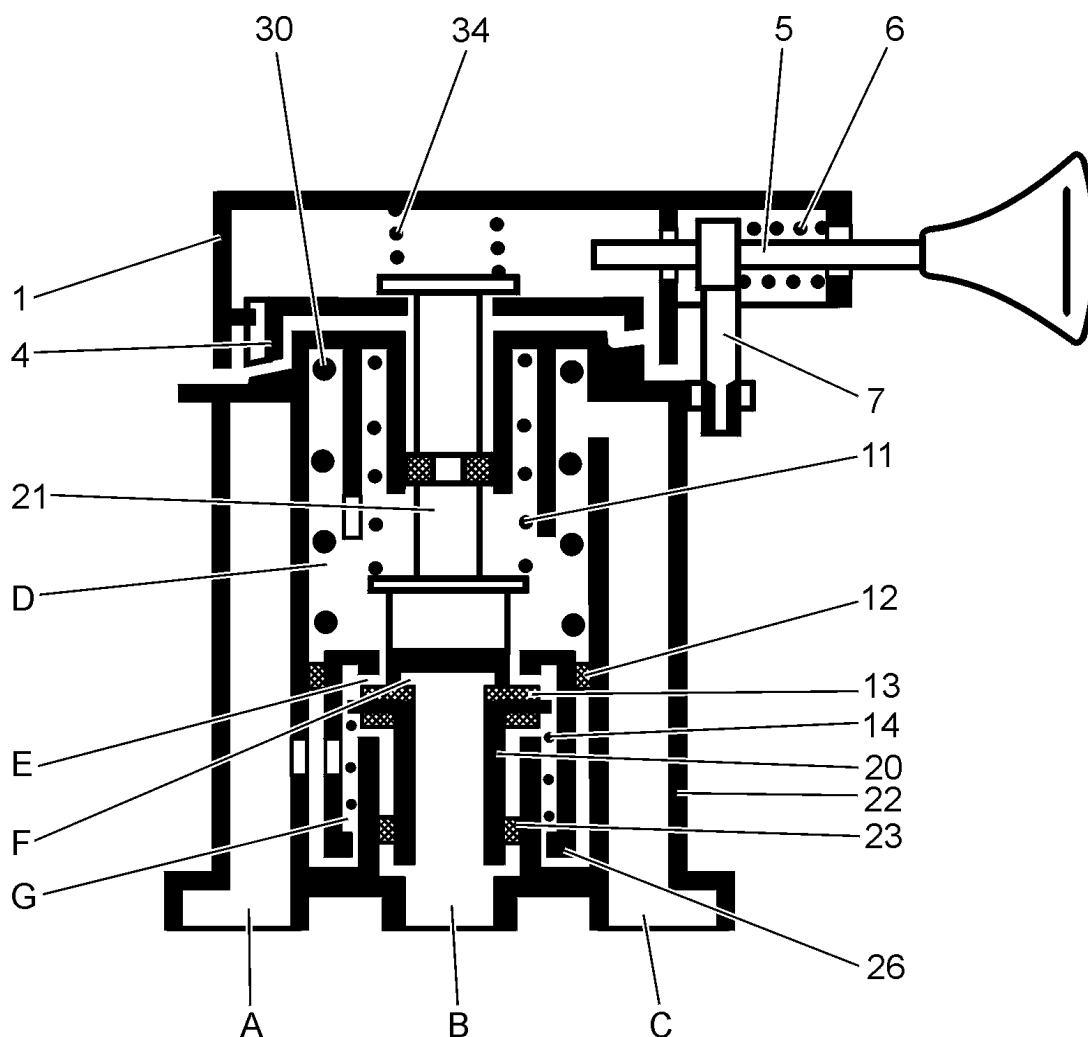

Рис. 4.17. Тормозной клапан стояночного тормоза
45. УСТРОЙСТВО И ДЕЙСТВИЕ (Рис. 4.17.)
Управление тормозным клапаном стояночного тормоза осуществляется с помощью рычажка (5, Рис. 4.17.), который может занимать три положения.
Тормозной клапан стояночного тормоза в положении «движение» представлен на Рис. 4.17. При таком положении сжатый воздух поступает в клапан через штуцер «А», проходит через полость «G» и через вход «Е» в полость «D». Из полости «D» сжатый воздух подходит к штуцеру «С», соединенным с пневмоцилиндром стояночного тормоза, затем он входит в пневмоцилиндр, воздействует на поршень, который перемещаясь, сжимает пружины, что приводит к освобождению (выключению) стояночного тормоза.
46. ПРОВЕРКА И РЕМОНТ (Рис. 4.17)
Спецификация к Рис. 4.17.: